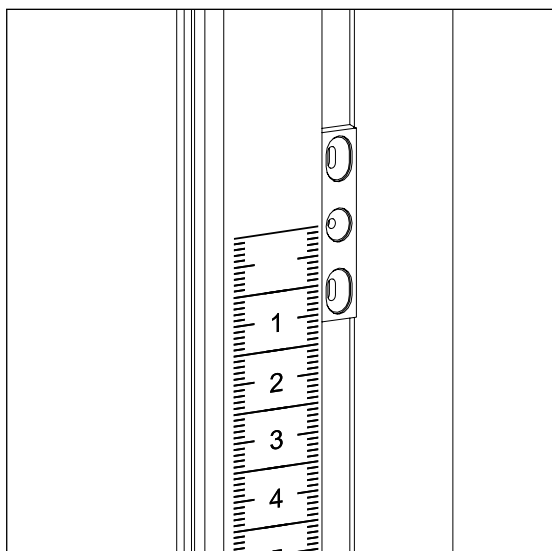
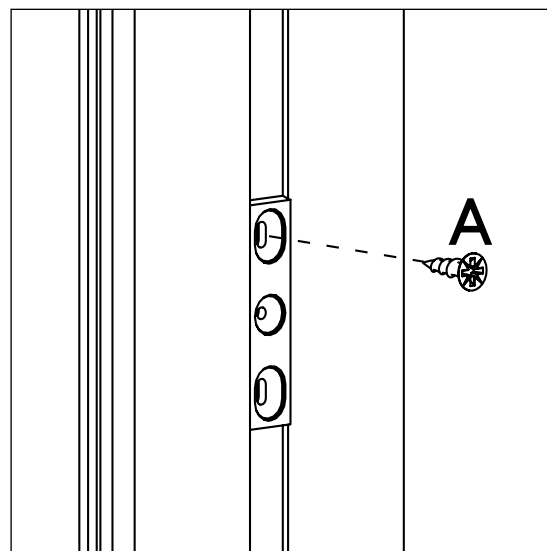
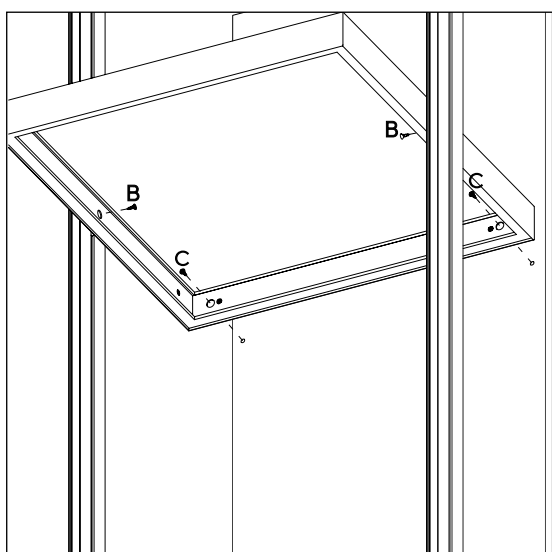
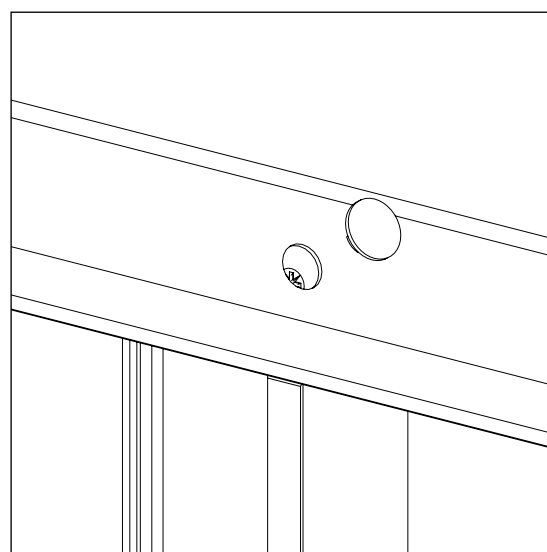

РИС. 14
РИС. 15
РИС. 16
РИС. 17
Установите монтажные планки SPC-03 Рис. 14 в левом и правом основном профиле SPC-08 на необходимой высоте Рис. 14 и закрепите их саморезами (A) 3x9 в верхнее отверстие Рис. 15. Закрепите полку через монтажные планки SPC-03 при помощи саморезов (B) 3x13 в основные профили SPC-08 и заднюю стенку (C) 3x16 Рис. 16. Установите декоративную заглушку Рис. 17.